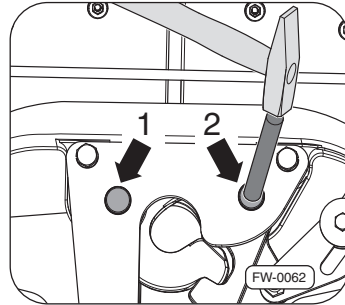

Abb. 32 · Bolzen ausbauen
- Die Bolzen ⇒ Abb. 32, -Pfeil 1- und -Pfeil 2- vom Schlosstück und Verschlussklinke ausbauen.